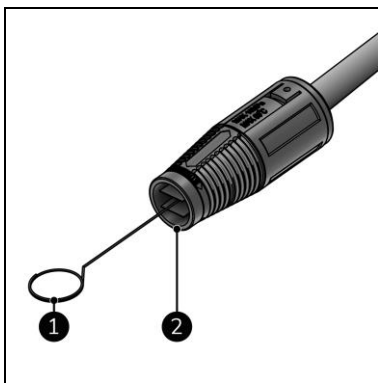

Figure 23
3. Retirez la buse (figure 23, pos. 2) du pistolet à jet (figure 6, pos. 7).
4. Nettoyez la buse à l'aide de la tige de nettoyage (figure 23, pos. 1).